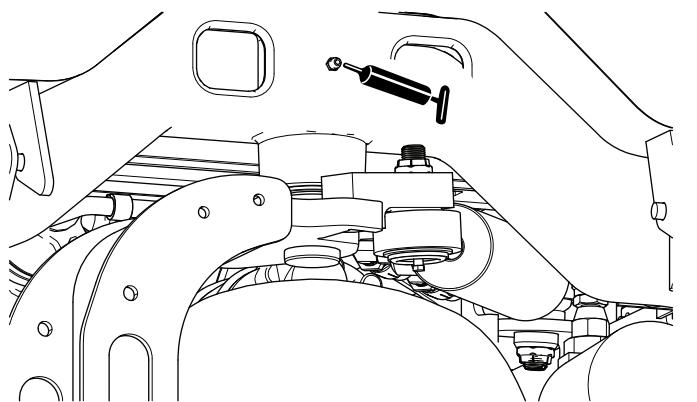

Figura 63
- Perno dello sterzo (Figura 63)